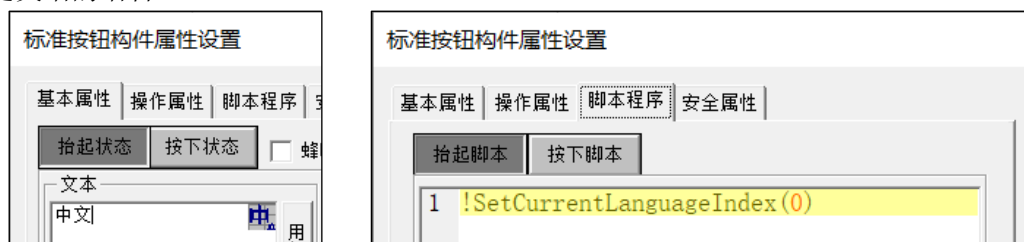
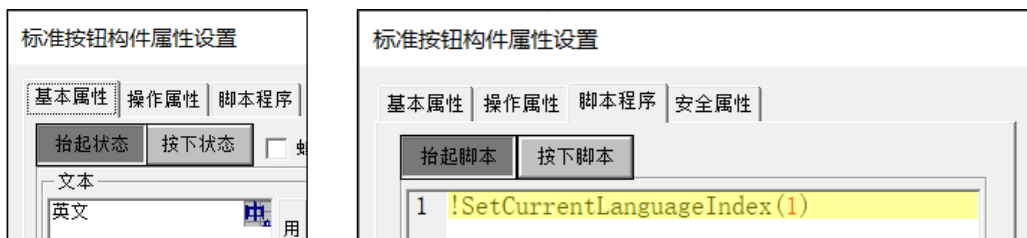

图 12.1-2 设置切换中文按钮
图 12.1-3 设置切换英语按钮
- ② 拖拽两个标准按钮拖拽到标签构件的下方，将其中一个按钮的文本设置为【中文】，抬起脚本设置为【!SetCurrentLanguageIndex(0)】，如图 12.1-2 所示。!SetCurrentLanguageIndex(语言 ID)的作用是通过语言 ID 设定当前语言环境，本例中括号内的参数【0】是中文的语言 ID，各语言的语言 ID 可从【语言选择对话框】中查看，如图 12.1-9。将另一个按钮的文本设置为【英文】，抬起脚本设置为【!SetCurrentLanguageIndex(1)】，如图 12.1-3 所示。它的作用是将当前语言环境设置为英语，括号内的参数【1】是英语的语言 ID。